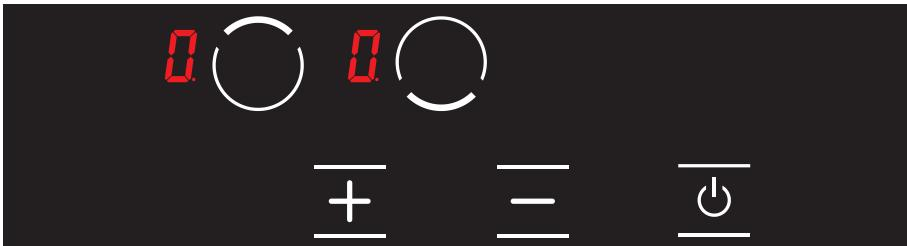

Afbeelding 27
4. Het apparaat schakelt over op de stand-bymodus na deze procedures. Hoewel, het **H** pictogram verschijnt bij een hete kookzone, zelfs als het apparaat overschakelt op de stand-bymodus. (Zie Afb. 27).